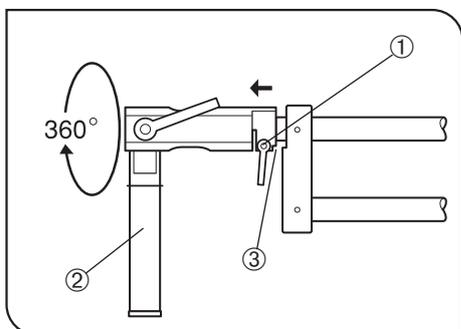

fig. 22
7. Para rodar o veio de montagem ② à volta do veio horizontal, solte a alavanca de aperto da rotação do veio horizontal ①.
Quando a alavanca de aperto ① está solta e a ponta distal recolhida 2 a 3 mm, os batentes de rotação ③ são desengatados. Depois de rodar o veio de montagem até à posição desejada, aperte firmemente a alavanca para fixar novamente o veio de montagem. (fig. 22)